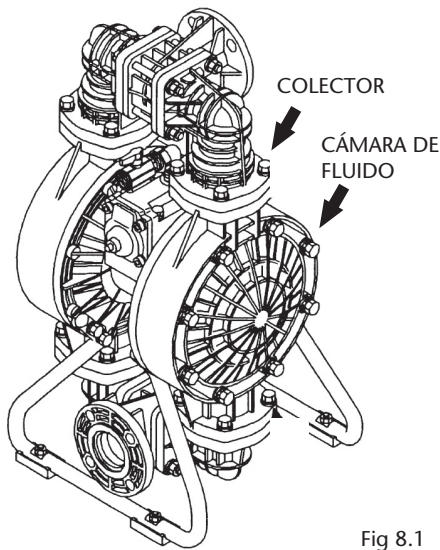

Fig 8.1
- Apriete siempre primero los tornillos de las cámaras de fluido y después los de los colectores (fig 8.1).